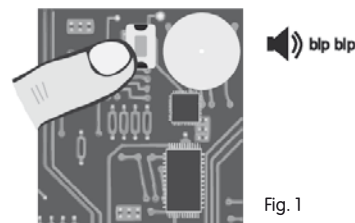

Fig. 1
1.- Modo a. Pulse la tecla de programación y escuchará 2 pitidos cortos. Ya está en modo programación o aprendizaje. (Fig. 1)